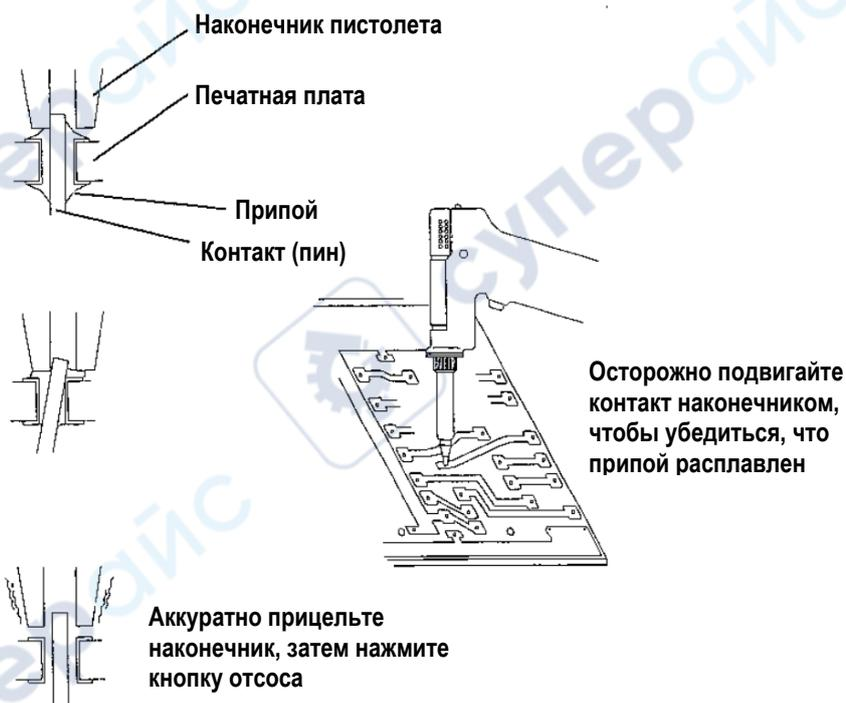

Рисунок 3
- Убедитесь, что припой полностью расплавлен с обеих сторон печатной платы. Попробуйте сдвинуть контакты, которые нужно выпаять, с помощью наконечника. Если контакты стали подвижными, значит, припой хорошо расплавился (см. рисунок 3).